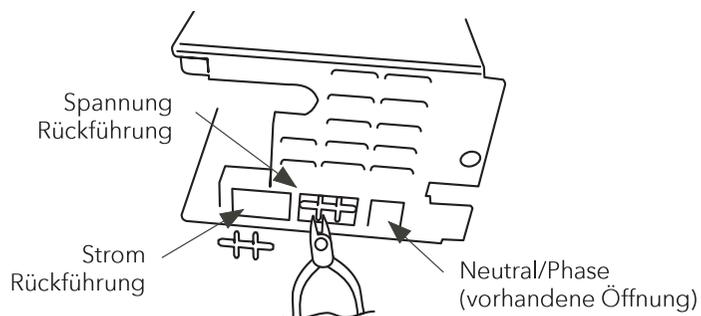

Abbildung 3.7 Öffnungen für die Anschlüsse der externen Rückführung
3. Bevor Sie die neue Karte einsetzen müssen Sie für die Stecker der Spannungs- und Stromrückführungen im Gehäuse Öffnungen anbringen. Brechen Sie dazu die entsprechenden Bereiche wie in Abbildung 3.7 dargestellt aus dem Gehäuse aus. Dazu können Sie einen Seitenschneider verwenden.